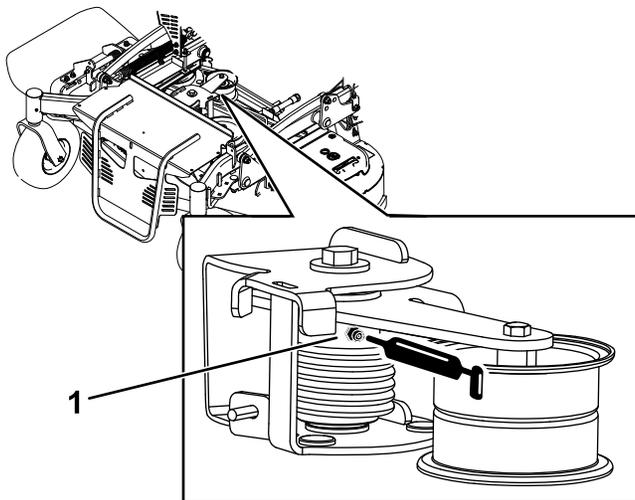

Figure 38
3. Graissez les graisseurs de la poulie folle de torsion sur le tablier de coupe avec de la graisse pour haute température aux emplacements indiqués à la Figure 38.